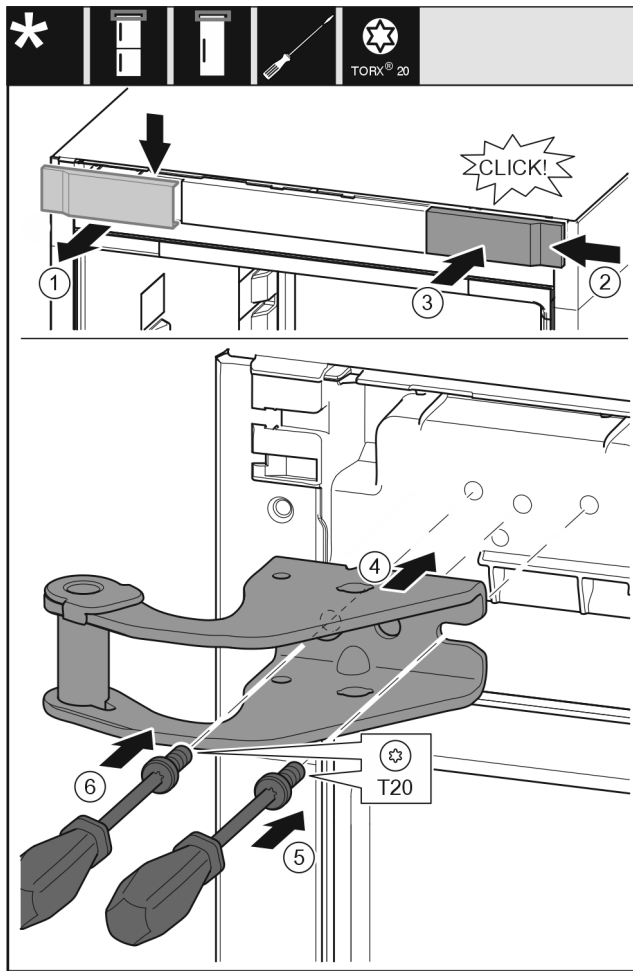

Fig. 29
- ▶ Retirer le cache du haut vers l'avant. Fig. 29 (1)
- ▶ Accrocher le cache tourné de 180° de l'autre côté à droite. Fig. 29 (2)
- ▶ Encliqueter le cache. Fig. 29 (3)
- ▶ Mettre en place le support de palier supérieur. Fig. 29 (4)
- ▶ Mettre en place la vis avec un tournevis T20 et la serrer. Fig. 29 (5)
- ▶ Mettre en place la vis avec un tournevis T20 et la serrer. Fig. 29 (6)